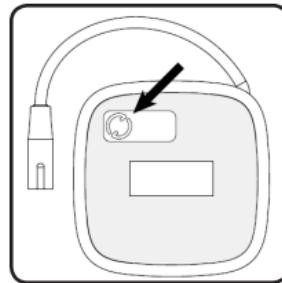

Figura 2: attivare il TS premendo il tasto situato sulla parte posteriore dello stimolatore.
- Premere il tasto situato nella parte posteriore del TS (**Figura 2**). La spia verde accanto al tasto inizierà a lampeggiare e continuerà a farlo per 90 secondi.
- Se quando si preme il tasto non lampeggia alcuna spia, provare a riprenderlo. Accertarsi di premere il tasto come mostrato nella **Figura 2**. Se non si accende alcuna spia dopo molteplici tentativi di premere il tasto, non usare questo TS. Attivare un nuovo TS. Se il problema persiste con un nuovo TS, contattare Axonics.